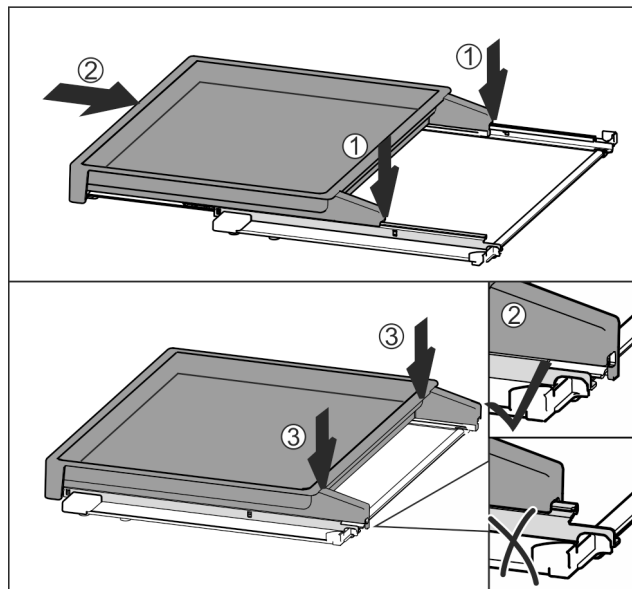

Fig. 41
- ▶ Nasad'te uprostřed na kolejničky Fig. 41 (1).
- ▶ Vysouvací přihrádku zcela zasuňte Fig. 41 (2).
- ▶ Zatlačte pak na zadní straně, až slyšitelně zacvakne Fig. 41 (3).